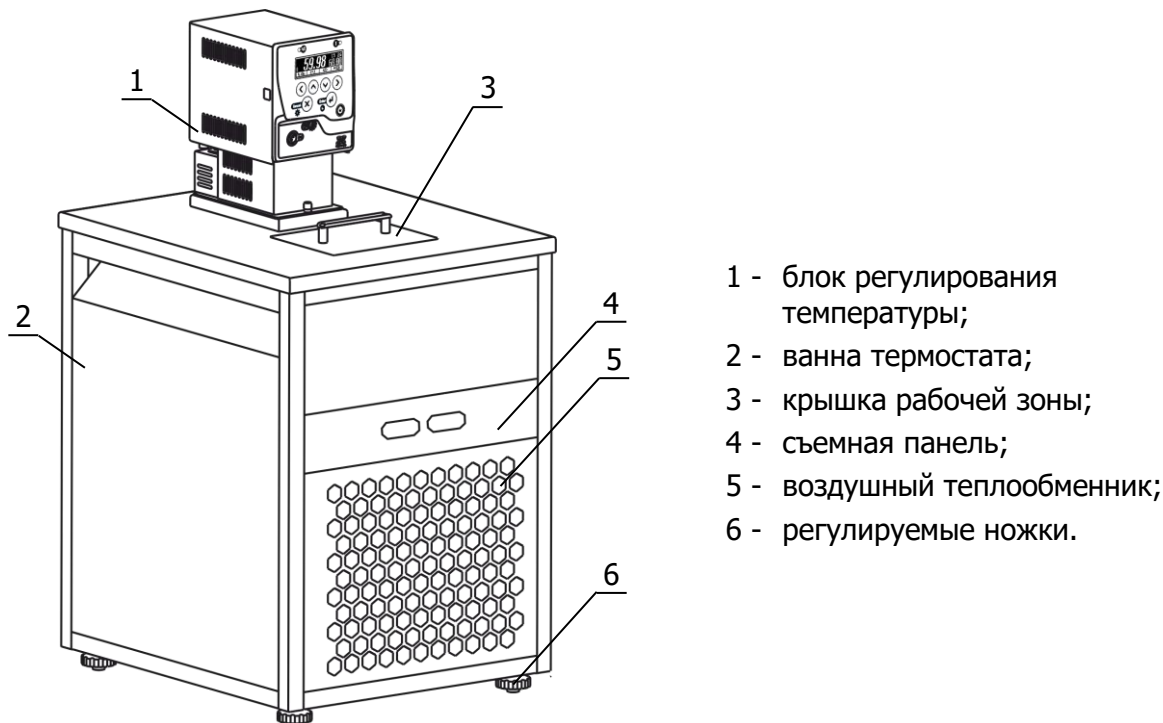

Рисунок 1 — Внешний вид термостата
2.2.2 Установить ванну термостата на горизонтальную поверхность. Добиться горизонтального положения крышки ванны вращением ножек 6 (рисунок 1).
- использовать крышку рабочей зоны 3 (рисунок 1), ограничивающую доступ воздуха к поверхности теплоносителя;
- при помощи пылесоса тщательно очистить от пыли черную оребренную поверхность теплообменника 5 (рисунок 1);